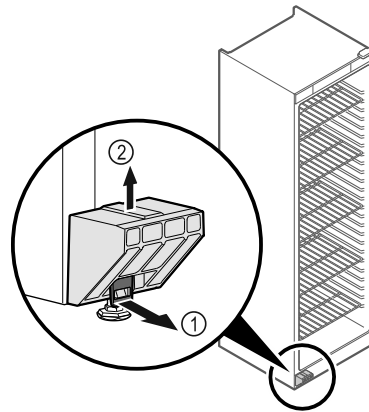

Fig. 5
- ▶ Потяните серьгу Fig. 5 (1) вперед.
- ▶ Снимите транспортное крепление Fig. 5 (2) движением вверх.